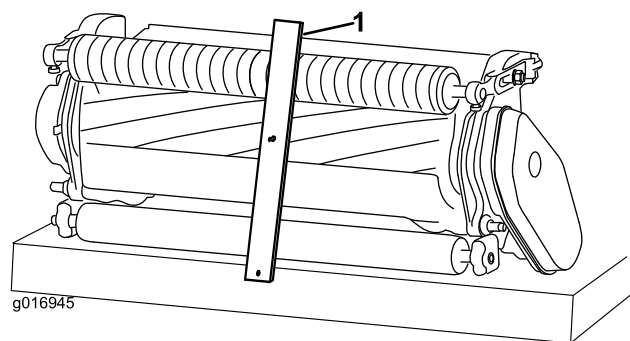

Рисунок 19
3. Зацепите головку винта за режущую кромку неподвижного ножа и приложите заднюю часть планки к задней части валика (Рисунок 19).